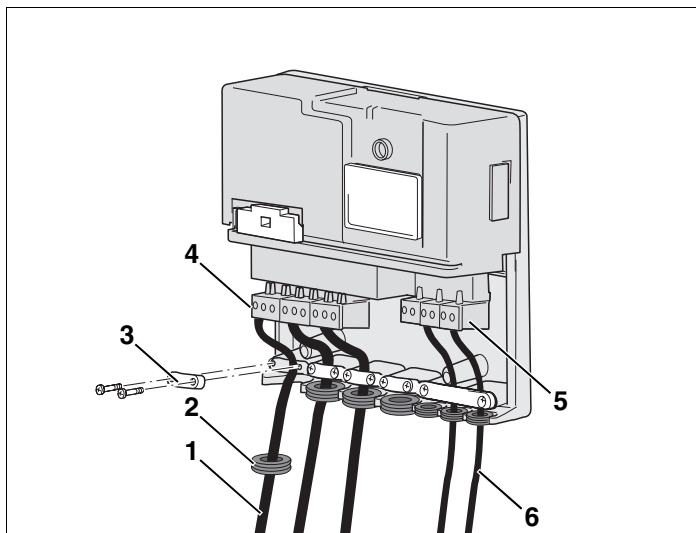

Рис. 11 Выполнение электрических подключений
- Сначала нужно надеть резиновые насадки (рис. 11, **поз. 2**) на провод.
- Правильно подсоедините сетевой провод (рис. 11, **поз. 1**), шину (рис. 11, **поз. 6**) и другие компоненты к клеммам (рис. 11, **поз. 4 и 5**) функционального модуля согласно схеме соединений.
- Правильно закрепите фиксаторы провода (рис. 11, **поз. 3**) с прилагаемыми хомутами.